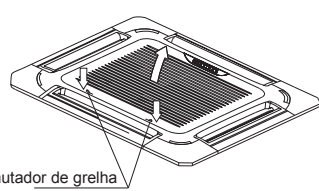

Fig. 5-9
- Deslize dois comutadores de grelha para o meio ao mesmo tempo, e depois puxe-os para cima. (Consulte a fig.5-9)